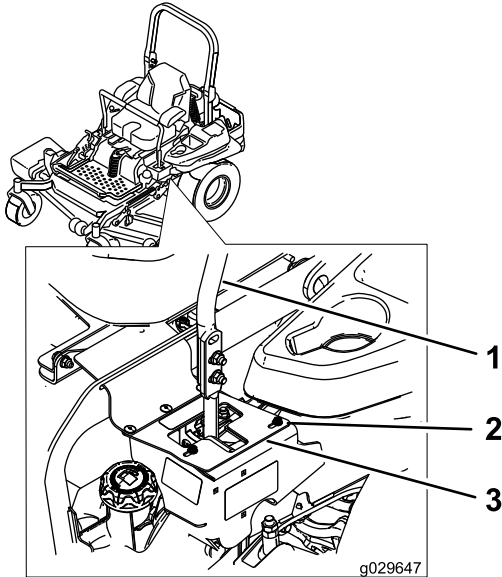

Figure 65
- Si elle se déporte à droite, desserrez les boulons et déplacez la plaque de butée gauche en arrière sur la fente en T gauche, jusqu'à ce que la machine se déplace en ligne droite (**Figure 65**).
- Si elle se déporte à gauche, desserrez les boulons et déplacez la plaque de butée droite en arrière sur la fente en T droite, jusqu'à ce que la machine se déplace en ligne droite (**Figure 65**).
6. Serrez les boulons de la plaque (**Figure 65**).